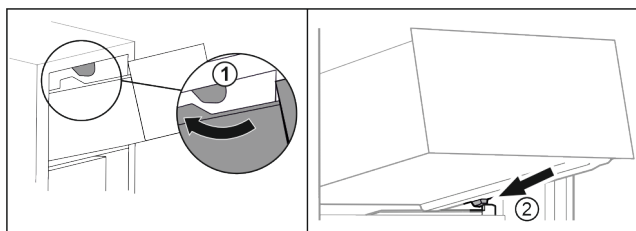

Fig. 23
- ▶ Poprowadzić szufladę wokół górnego stopera. Fig. 23 (1)
- ▶ Założyć szufladę pod skosem za dolnymi stoperami na żebrze pojemnika. Fig. 23 (2)